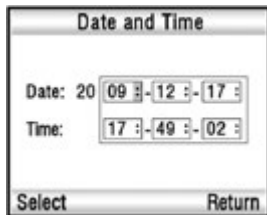

Рис. 4-2
2) Нажмите кнопку «ВНИЗ» на клавиатуре для выбора пункта меню «Дата и Время (Date and Time), затем нажмите кнопку Меню, чтобы войти в меню установки времени, как на Рис. 4-2.
Установите дату и время аналогичным образом, как показано на рис. 4-2 & 4-3.